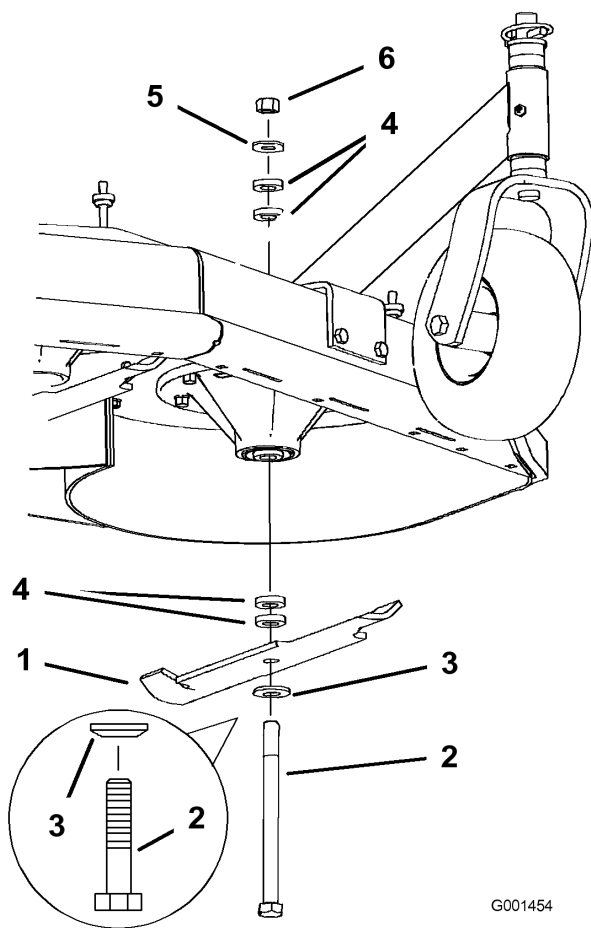

Figura 58
2. Retire la tuerca, el perno de la cuchilla, la arandela curva, la cuchilla, los espaciadores, y la arandela fina del eje (Figura 58).
1. Instale el perno, la arandela curva y la cuchilla. Seleccione el número correcto de espaciadores para la altura de corte deseada, y deslice el perno dentro del eje (Figura 58).
2. Instale los espaciadores restantes, en su caso, y sujételos con una arandela fina y una tuerca (Figura 58).